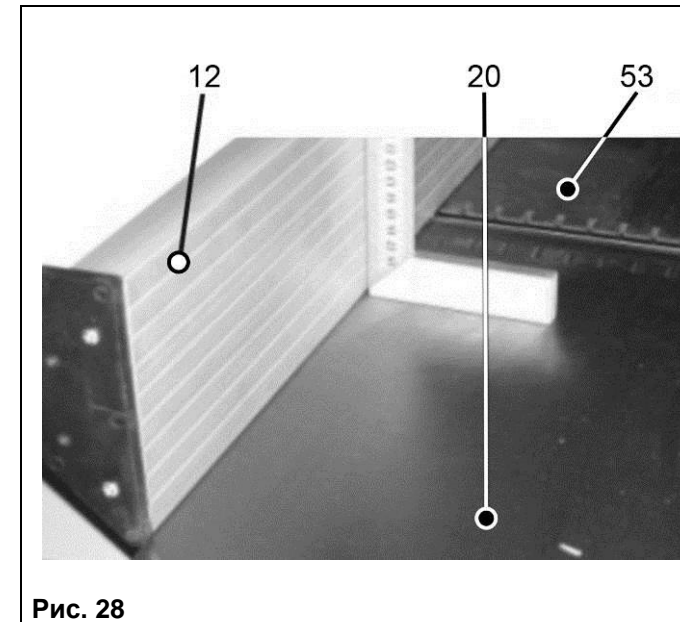

Рис. 28
9.7. Регулировка направляющей планки (Рис. 28, 29, 30)